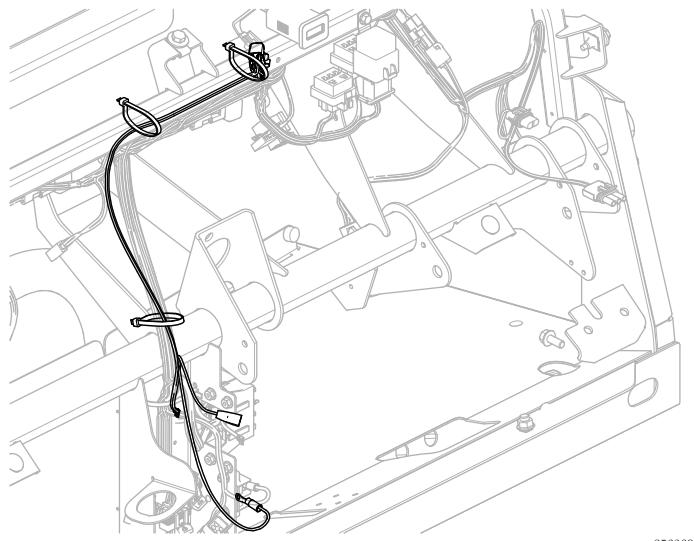

图4
1. 如图4 所示布置线束。
6. 用 3 根扎带将线束固定到机器线束和仪表支撑管上 (图4)。